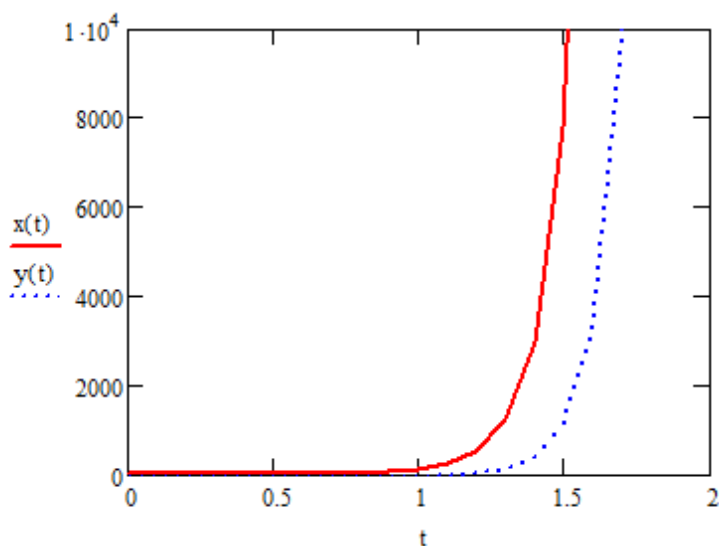

Рис. 9.3. Диаграмма со значениями искомых функций
5. В шаблон переменной  $y$  оси абсцисс вставить имя  $t$ , в шаблон функции  $y$  оси ординат – имена функций через запятую, согласно рис. 9.3.